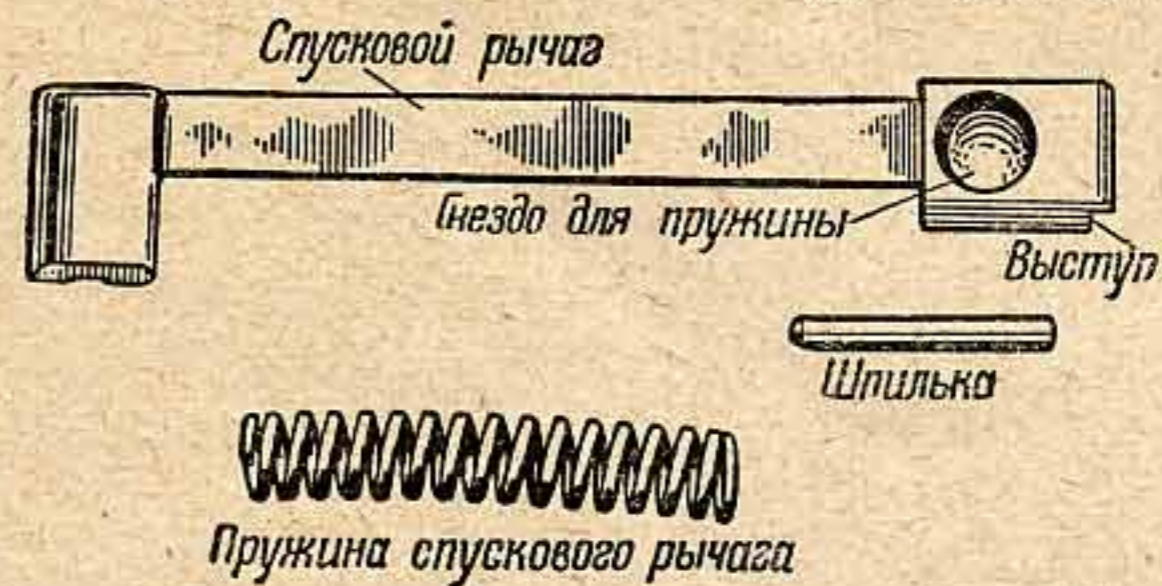

Рис. 16. Спусковой рычаг
**Спусковой рычаг** (рис. 16) служит для удержания затвора на боевом взводе. Он имеет: а) на